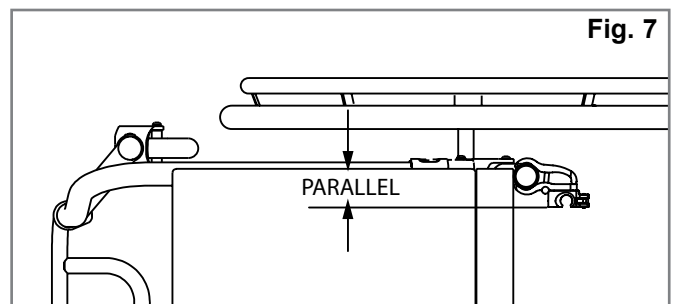

Fig. 7
FASTGØRING AF FIREPUNKTSBESLAG (EKSTRAUDSTYR) (FIG. 7, 8, 9)
1. Skru spændeskruerne (A) løs ved hjælp af den medfølgende 4 mm-unbrakonøgle, og sæt bøjlerne på rundt om ryglænsrørene (B).
2. Monteringsbeslagene bør sidde i samme højde på hvert ryglænsrør (Fig. 8) og parallelt med sædestellet (Fig. 7).
3. Spænd spændeskruerne (A) med hånden. Skru bæremøtrikkerne (C) og monteringsstiftboltene (F) løs ved hjælp af den medfølgende 10 mm-topnøgle, indtil beslagene let kan drejes i alle retninger.